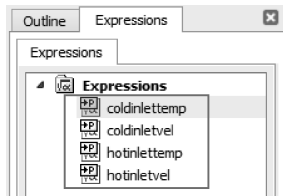

图 12-42 表达式参数化
(2) 在导航树上单击【Expressions】，右键单击【coldinlettemp】，在弹出的快捷菜单中单击【Use as Workbench Input Parameter】。同样的方法，把【coldinletvel】、【hotinlettemp】、【hotinletvel】作为输入参数，可以看到函数图标多了个“P”字，如图 12-42 所示。